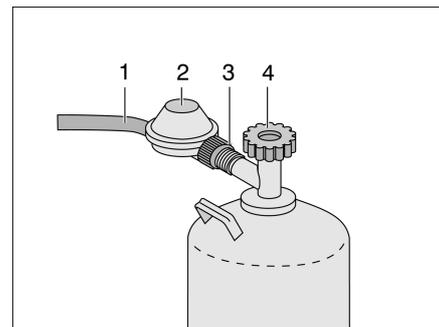

Bild 175 Anschluss Gasflasche
- Haupt-Absperrventil (Bild 175,4) an der Gasflasche schließen. Pfeilrichtung beachten.
- Gasdruckregler (Bild 175,2) festhalten und Rändelmutter (Bild 175,3) öffnen (Linksgewinde).
- Gasdruckregler mit Gasschlauch (Bild 175,1) von der Gasflasche abnehmen.
- Gasdruckregler (Bild 175,2) mit Gasschlauch (Bild 175,1) an die Gasflasche ansetzen und Rändelmutter (Bild 175,3) von Hand fest zudrehen (Linksgewinde).